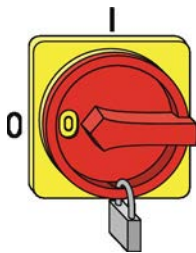

Fig. 13: Protection de l'interrupteur-sectionneur rotatif principal
2. ▶ Protéger l'interrupteur-sectionneur rotatif principal à l'aide d'un cadenas (Voir la Fig. 13).